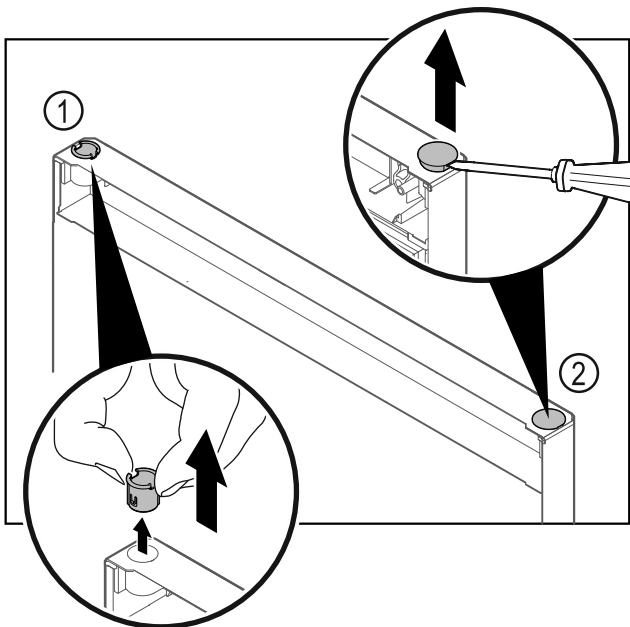

Fig. 22
- ▶ Пальцами вытяните шарнирную втулку Fig. 22 (1).
- ▶ Шлицевой отверткой осторожно подцепите и извлеките заглушку Fig. 22 (2).